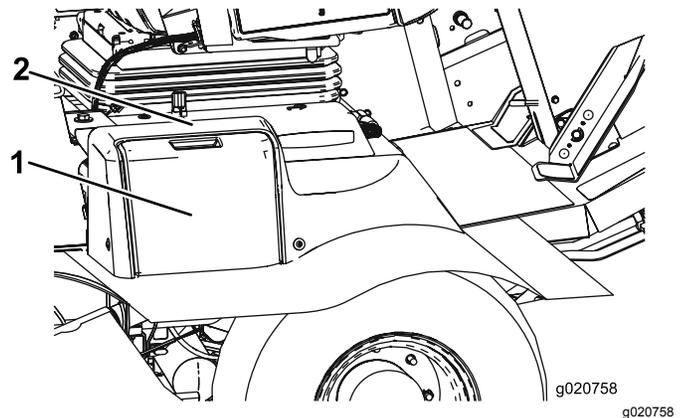

Figure 51
1. Ouvrez le couvercle de la batterie (Figure 51) sur le côté du carénage.
Remarque: Appuyez sur la surface plate au-dessus du couvercle de batterie pour faciliter le retrait du couvercle (Figure 51).